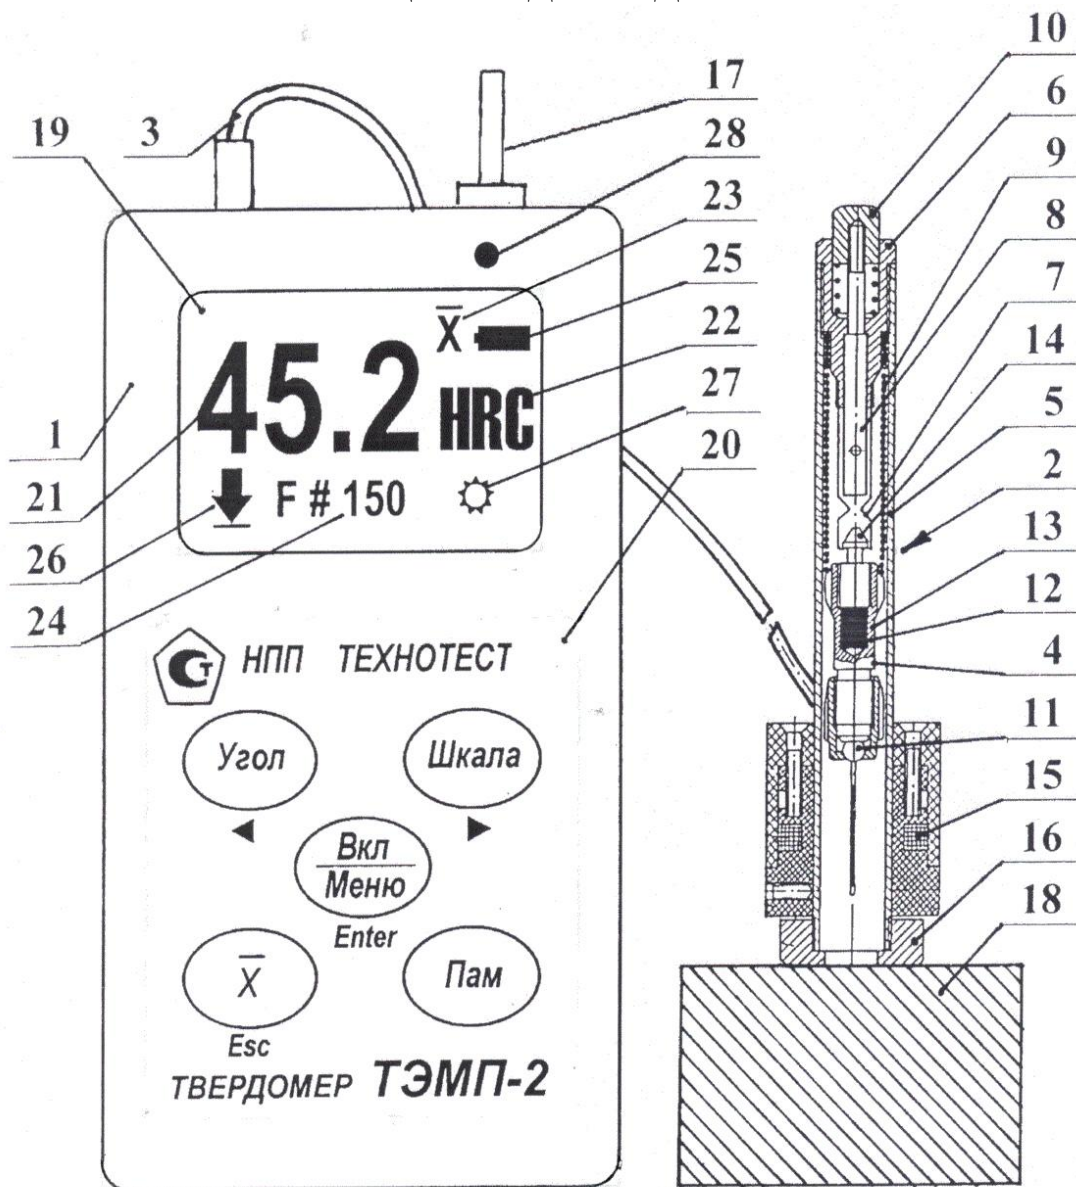

Рис. 1
1. Проверять перед началом измерений плотность затяжки опорного кольца (16) и цангового механизма взвода датчика (6), см. рис.1 паспорта.
2. После окончания измерений разгрузить пружину (9), нажав на спусковую кнопку (10) датчика.
3. Ежемесячно прочищать внутреннюю поверхность направляющей трубки (5), опорного кольца (16) и наружной части ударника (4) датчика (2) от грязи и пыли х/б салфеткой, смоченной в спирте. Для этого нужно аккуратно выкрутить опорное кольцо (16) и механизм взвода (6) – не разбирая его, затем вынуть ударник (4). После протирки датчик собрать в обратной последовательности.
5.1. Твердомер представляет собой портативный электронный программируемый прибор динамического действия, состоящий из электронного блока, вмонтированного в корпус (1) (см. рис. 1) и датчика (2), соединенных экранированным кабелем (3), а также двух элементов питания типа АА, вставляемых в батарейный отсек корпуса электронного блока.
6.6. Включить прибор нажатием на кнопку «Вкл/Меню». При этом на дисплее должна появиться индикация в соответствии с рис. 1.
7.1.1. Включить прибор кнопкой «Вкл/Меню» - на дисплее прибора появится индикация в соответствии с рис. 1.